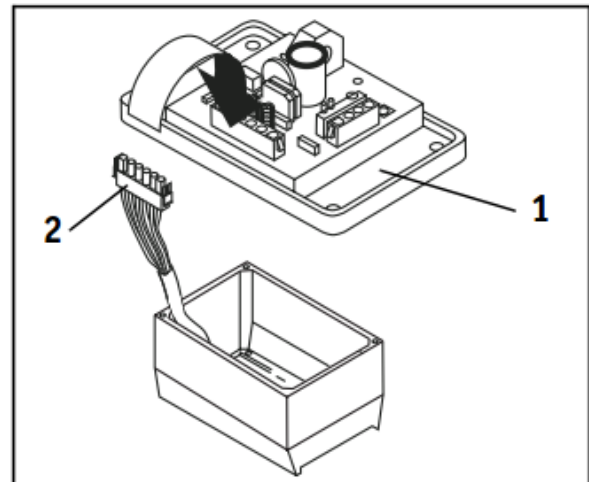

Bild 1
Heben Sie den Generatorregler (Bild 1/1) etwas vom Klemmenkasten ab und drehen Sie diesen vorsichtig wie in Bild 1 gezeigt um.
- Ziehen Sie den Anschluss-Stecker (Bild 1/2) am Generatorregler ab.